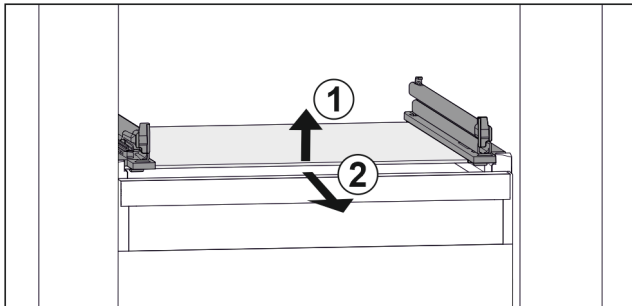

Fig. 65 Reprezentare exemplificativă a plăcii de sticlă
- ▶ Ridicați placa de sticlă din față. Fig. 65 (1)
- ▶ Extrageți placa de sticlă spre înainte. Fig. 65 (2)